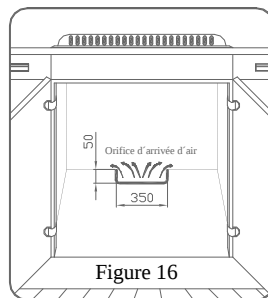

Figure 16
**L'habitable dans lequel sera logée la plaque ne doit en aucun cas être hermétiquement fermé,** il convient en effet de percer sur la base inférieure arrière du meuble, un orifice d'arrivée d'air d'au moins 350 x 50 mm. Voir figure 16.